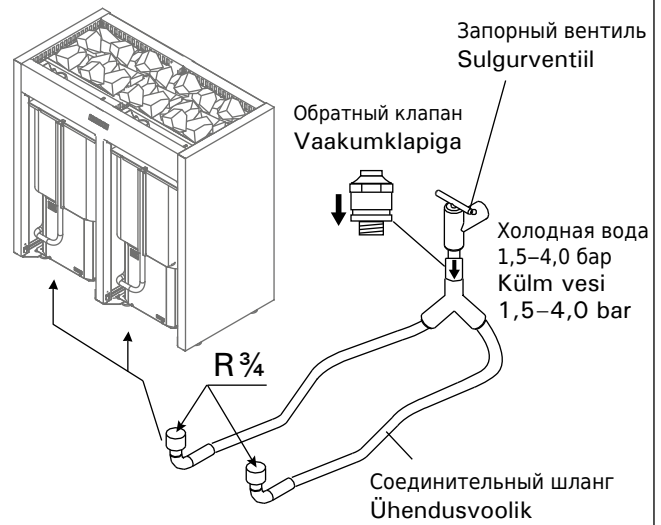

**Рисунок 5. Расстояния безопасности (все размеры приведены в миллиметрах)**
- При расположении каменки выполняются условия минимальных расстояний, изображенных на рис. 5 и указанных в таблице 2.
Минимальные безопасные расстояния показаны на рис. 5. **При установке каменки обязательно соблюдение указанных значений. Несоблюдение указанных значений влечет за собой риск возгорания.**
При установке вокруг каменки защитного ограждения должны соблюдаться минимальные безопасные расстояния, приведенные на рис. 5 либо в инструкции по установке ограждения.